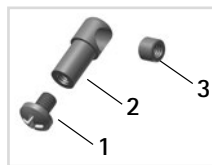
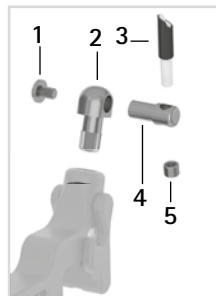

Fig. 4
Fig. 6
Du kan feste kabeltrekket på låseklinten ved hjelp av kabeltrekkadapteren (fig. 4 og fig. 6).
- 1 Lim festet for kabeltrekkholderen (2, fig. 6) i hullet til låseklinten ved hjelp av 2-komponentslimet. Hullet til festet for kabeltrekkholderen må ligge parallelt med leddakselen.